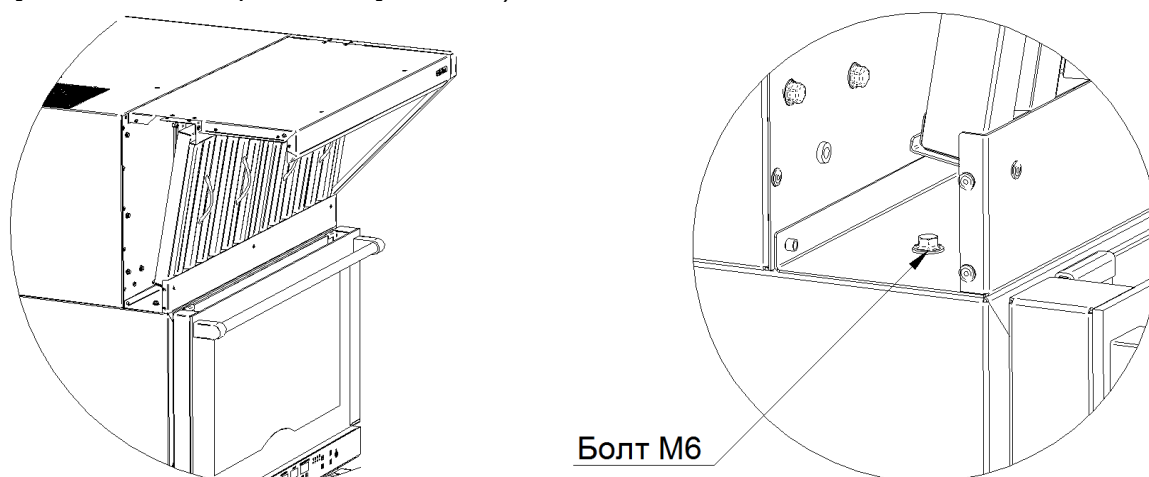

Рисунок 10
11. Зафиксировать зонт спереди двумя болтами М6х16 из комплекта изнутри по углам зонта (см. Рисунок 10);